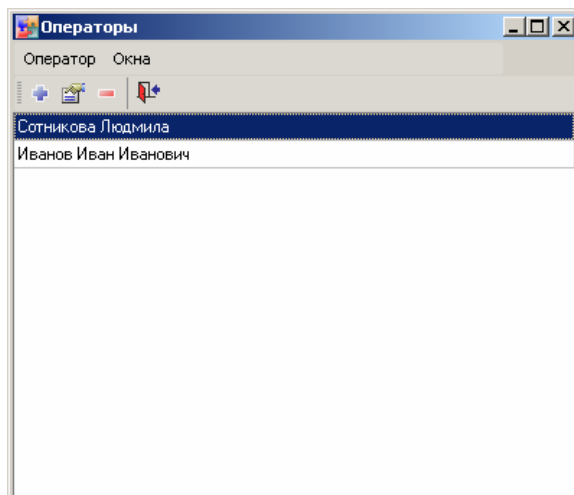

Рисунок 1.11
1. Выберите пункт меню «Система ⇒ Администрирование ⇒ Операторы». Откроется окно «Операторы» (рис.1.11).
В результате выполненных действий в окне «**Оператор**» появится новая строка (рис.1.11).
1. Выберите пункт меню «**Система ⇒ Администрирование ⇒ Операторы**». Откроется окно «**Операторы**» (рис.1.11).